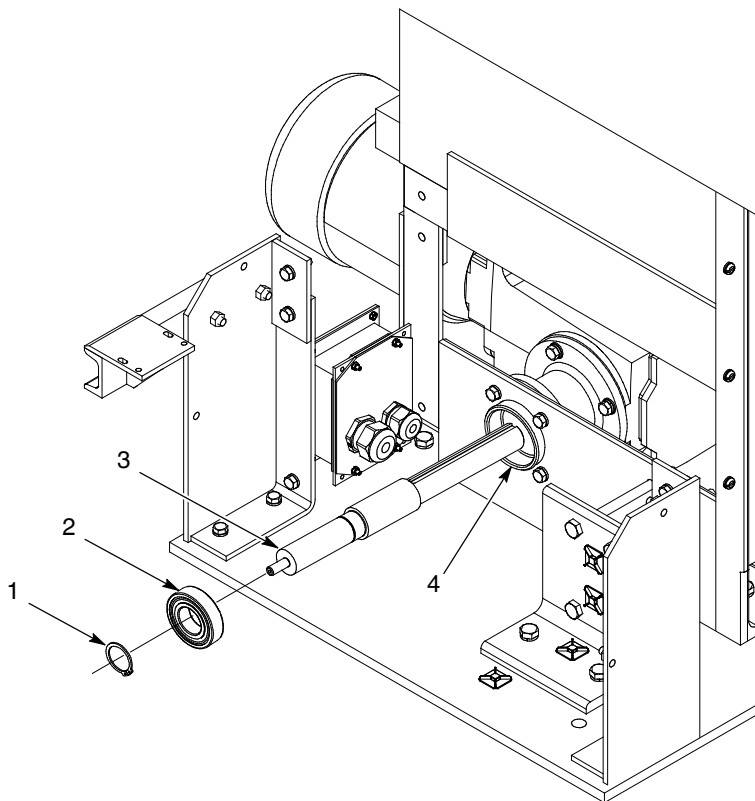

Рис. 20 Замена подшипника или вала моторедуктора
3. См. рис. 20. Снять стопорное кольцо (1) с приводного вала (3) моторедуктора. Отсоединить приводной вал моторедуктора от переходника (4).
4. Проверить приводной вал (3) моторедуктора на наличие износа и повреждений. Заменить при необходимости.
5. Извлечь подшипник (2) из переходника (4).